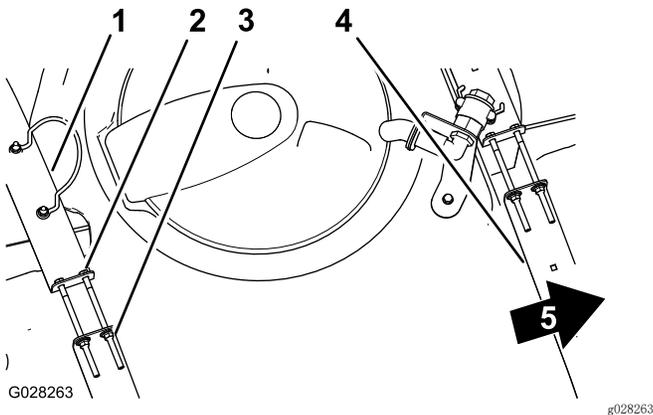

图18
2. 检查药缸箍带与药缸之间是否有任何活动（图18）。
3. 如果药缸箍带与药缸之间有松动，应拧紧箍带顶部的凸缘锁紧螺母和螺栓，直到箍带与药缸表面齐平（图18）。